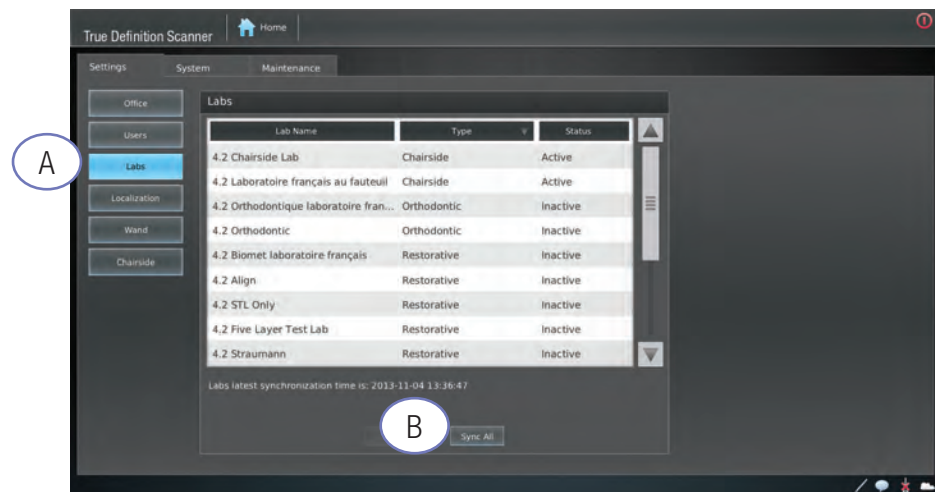

Figure 8. Paramètres — Écran des labos
4. Sélectionner le bouton **Synchroniser tout** en bas de l'écran (Figure 8-B).
Légendes de la Figure 8